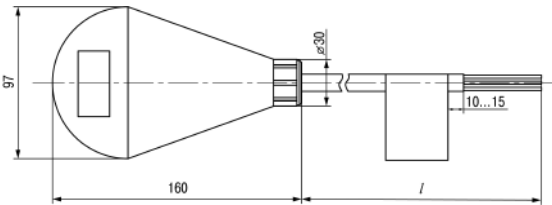

Рисунок 1.1 – Габаритные размеры
Габаритные размеры	см. рисунок 1.1
- рабочее пространство резервуара и габаритные размеры ПСУ позволяют монтировать прибор и обеспечить его нормальное функционирование на объекте (см. рисунок 1.1 и раздел 4);